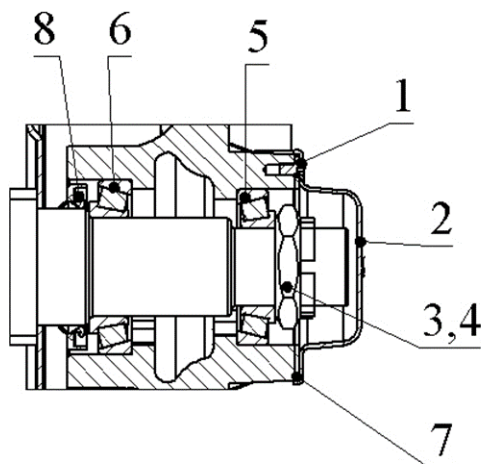

Рисунок 7.4 – Схема регулировки подшипников колес
- отвернуть болты 1 (рисунок 7.4), снять крышку 2 и прокладку 6 ступицы;